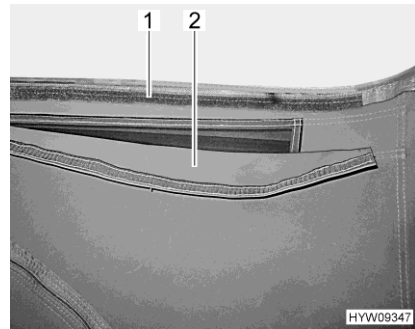

Fig. 32 Ventilación (abierta)
- Tirar la ventana de lona (Fig. 32,2) hacia arriba y apretarla contra la cinta velcro (Fig. 32,1).